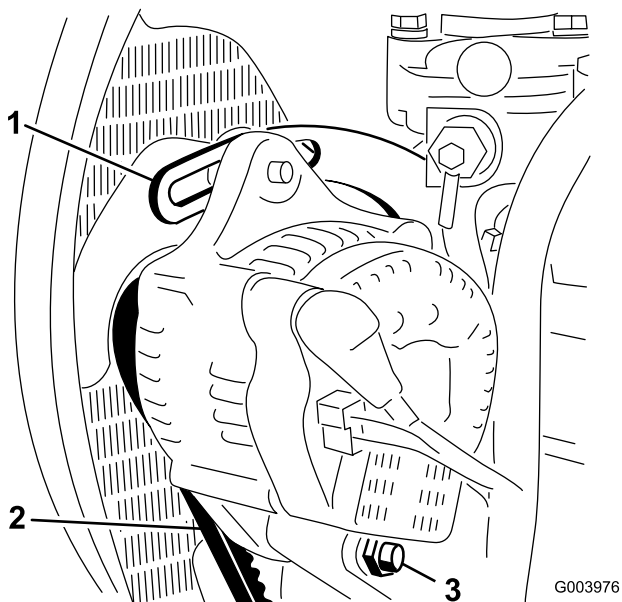

Figura 67
2. Compruebe la tensión de la correa del alternador flexionándola (Figura 67) en el punto intermedio entre las poleas del alternador y del cigüeñal con una fuerza de 10 kg (22 libras).
3. Afloje el perno que fija el tirante al motor (Figura 67), el perno que fija el alternador al tirante y el perno de pivote.